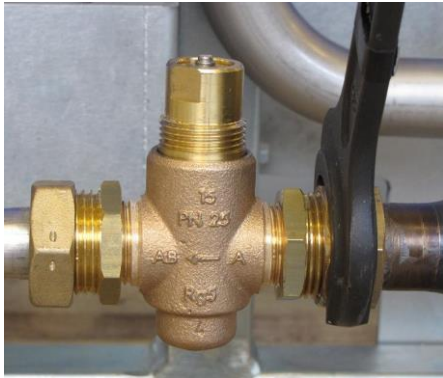

Bild 43
4. Lossa ventilen med en fast nyckel (Bild 43). Notera pilens riktning på ventilen